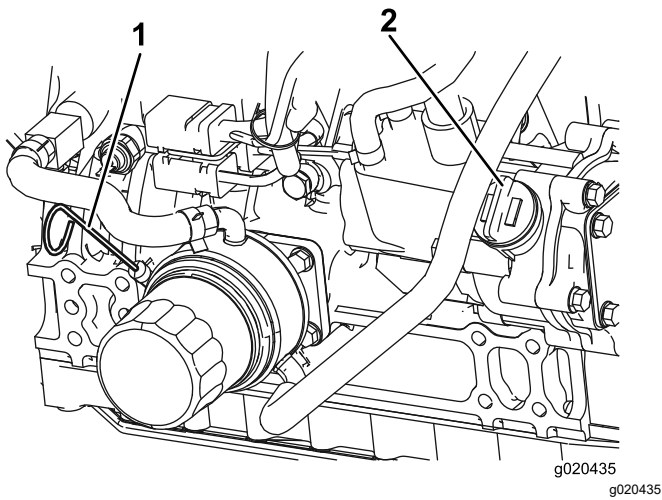

Figure 88
Le niveau d'huile doit se situer dans la plage de sécurité (Figure 88).
4. Si le niveau d'huile ne se situe pas dans la plage de sécurité, enlevez le bouchon de remplissage (Figure 88) et faites l'appoint jusqu'à ce que le niveau correct soit atteint.